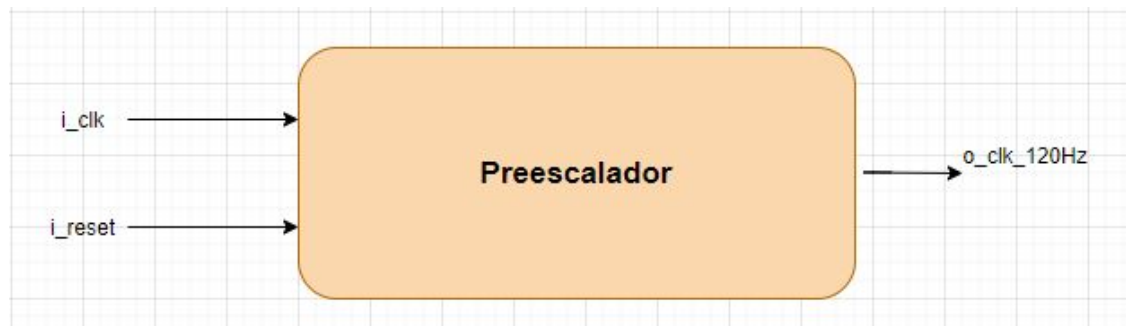

Imagen 5. Caja negra Prescalador.
b) Prescalador: En la imagen 5 se puede observar la caja negra del prescalador, este bloque convierte la señal de referencia tiempo Clk de 100MHz a 120 Hz, esto se logra cambiando el estado de la señal cada 41666 ciclos positivos y negativos. Y en la Tabla 3, se encuentran las entradas y salidas de este bloque, así como una breve explicación de éstas.